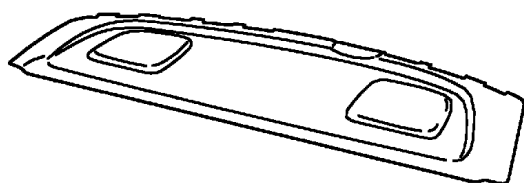

図5-1
1. リアシート後ろのリアパーセルシェルフフィニッシャーに減衰力調整ケーブル用のφ5の穴を開けてください。（図5-1）
4. リアパーセルシェルフフィニッシャーを車両に取付け、穴にケーブルを通してください。（図5-1）